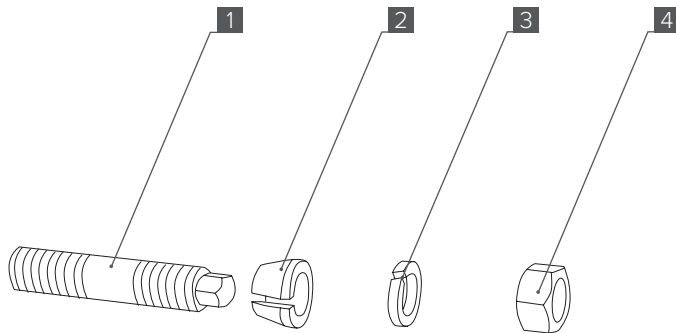

Рис. 1
**Элементы комплекта крепежа рычага поворотного кулака УАЗ (Рис.1):**